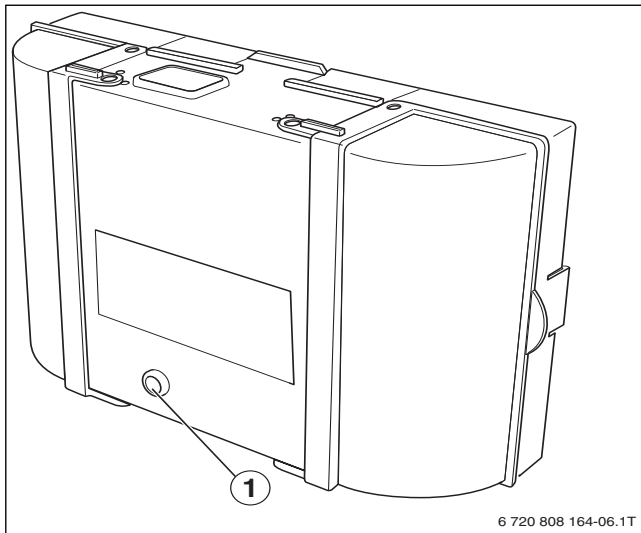

Fig. 80 Puesta a cero de los fallos en el programador de combustión
- ▶ Pulsar la tecla de desbloqueo en el programador de combustión (→ fig. 80).